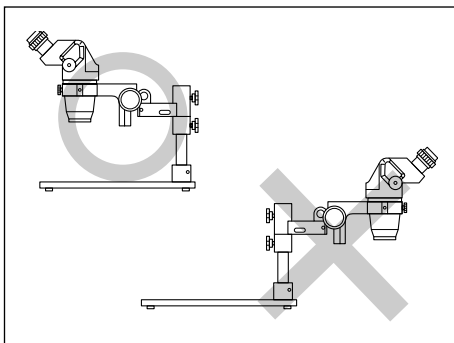

図 1
- (2) 架台を設置する机面上は水平な所(傾き5°以内)でご使用ください。
- (3) アームの向きは必ず○印の図のようにしてください。後向きに取付けると転倒のおそれがあります。(図 1)
- (4) 搭載質量制限 ..... 下記の質量以内でご使用ください。